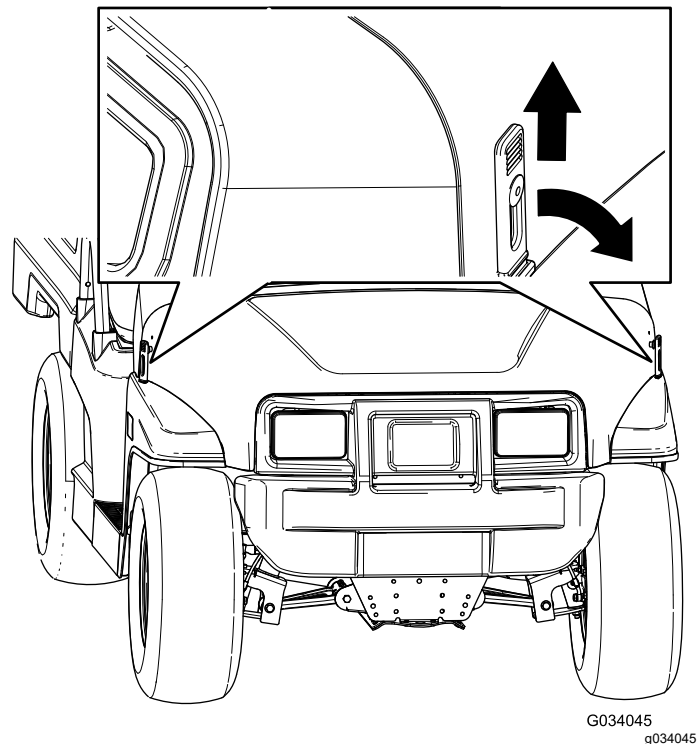

Bild 26
1. Heben Sie den Hebel der Gummiriegel an jeder Seite der Motorhaube an (Bild 26).
2. Fluchten Sie die Gummiriegel auf den Riegelankern an jeder Seite der Motorhaube aus, um die Motorhaube zu befestigen (Bild 26).